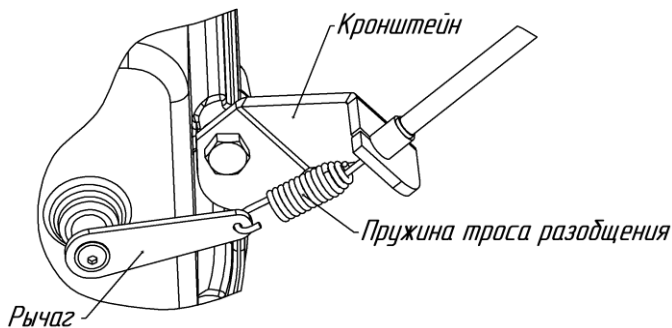

Рис.11. Схема зацепления троса разобщения
- вывести оболочку троса с металлическим упором из кронштейна (рис.11);